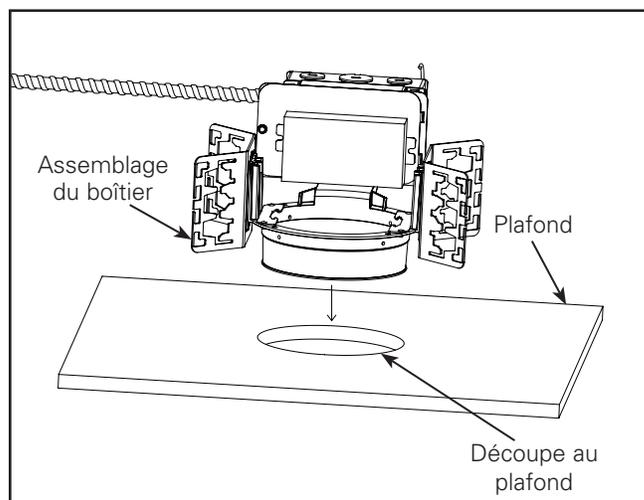

Figure 4
**Étape 3 :** Installez le boîtier du luminaire (section d'installation brute) avec l'anneau de menuiserie assemblé dans la cavité du plafond, conformément aux instructions d'installation fournies avec le boîtier. Voir la Figure 4.